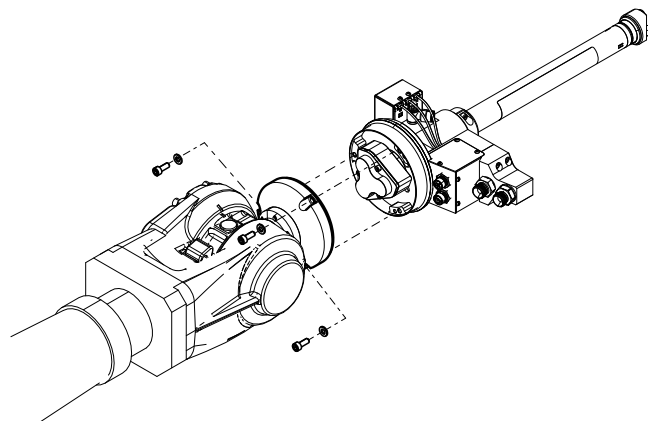

FIG. 8
5. Wykręcić śruby mocujące obudowę obrotową (619) do wspornika przeciwoobrotowego.
6. Odkręcić trzy śruby mocujące pistolet Switch 3D do kołnierza montażowego robota. Patrz FIG. 8.